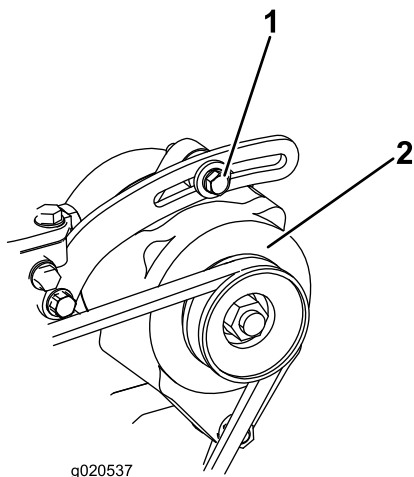

Figure 74
Vérifiez l'état et la tension de la courroie (Figure 74) toutes les 100 heures de fonctionnement.
2. Si vous n'obtenez pas une flèche de 10 mm, desserrez les boulons de fixation de l'alternateur (Figure 74). Augmentez ou diminuez la tension de la courroie et resserrez les boulons. Contrôlez de nouveau la flèche de la courroie pour vérifier si la tension est correcte.